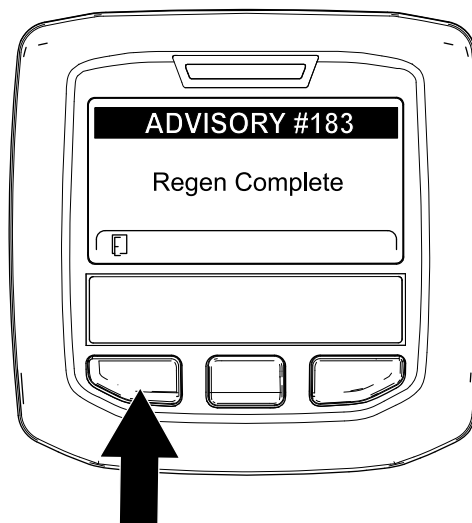

Рисунок 56
появляется ИНФОРМАЦИОННОЕ СООБЩЕНИЕ № 183 (Рисунок 56). Для перехода на главный экран нажмите левую кнопку.
**Примечание:** Если регенерацию не удалось завершить, на дисплее инфо-центра появляется информационное сообщение № 184 (Рисунок 56). Для перехода на главный экран нажмите левую кнопку.